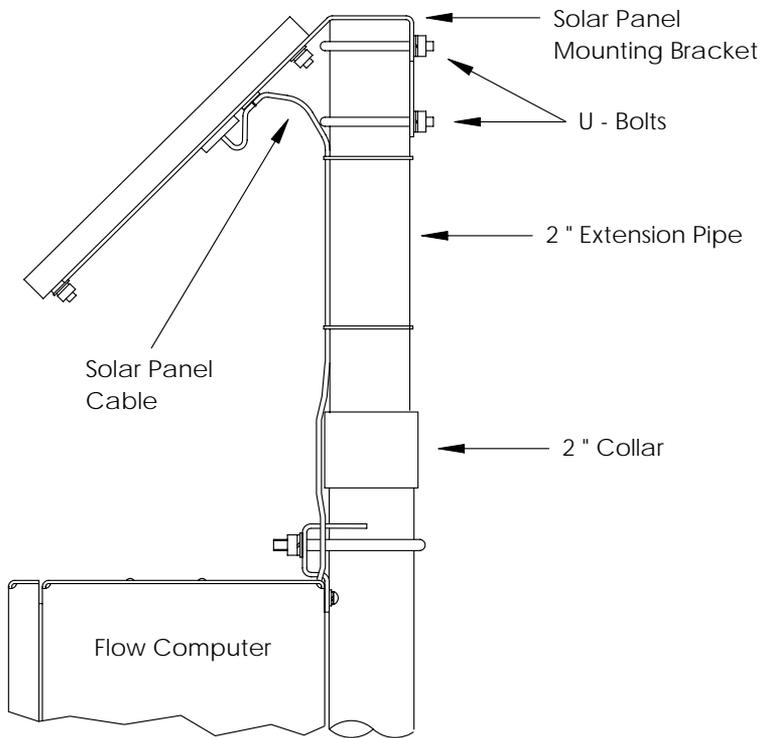

Figura 4 (Montaje del panel solar)
1. Acople el collarín para tubería de 2 pulgadas (5,08 cm) en el extremo superior de la tubería de montaje del XFC o el XRC. Ajustelo firmemente. (Ver la Figura 4)